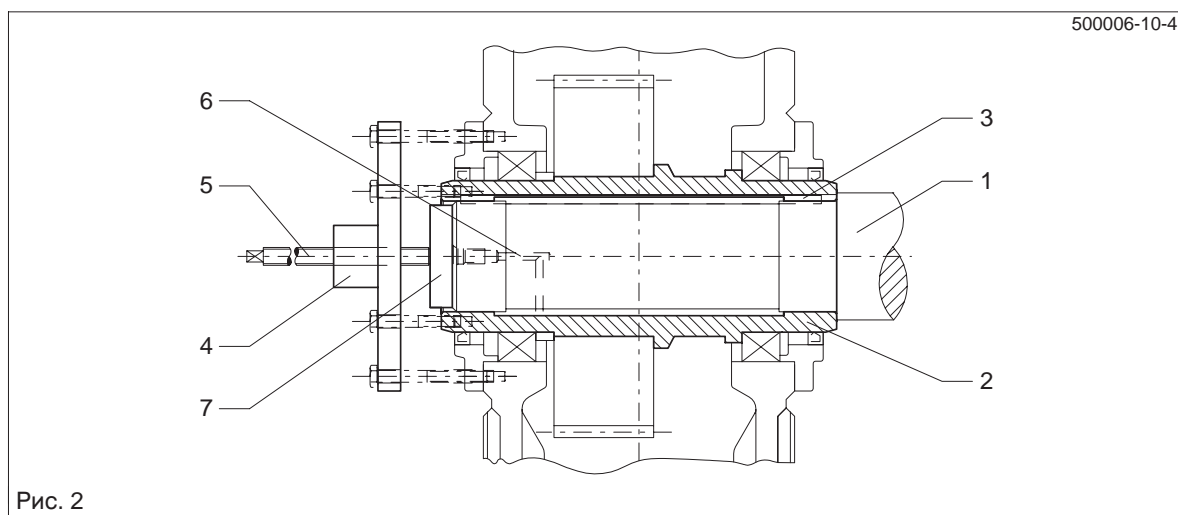
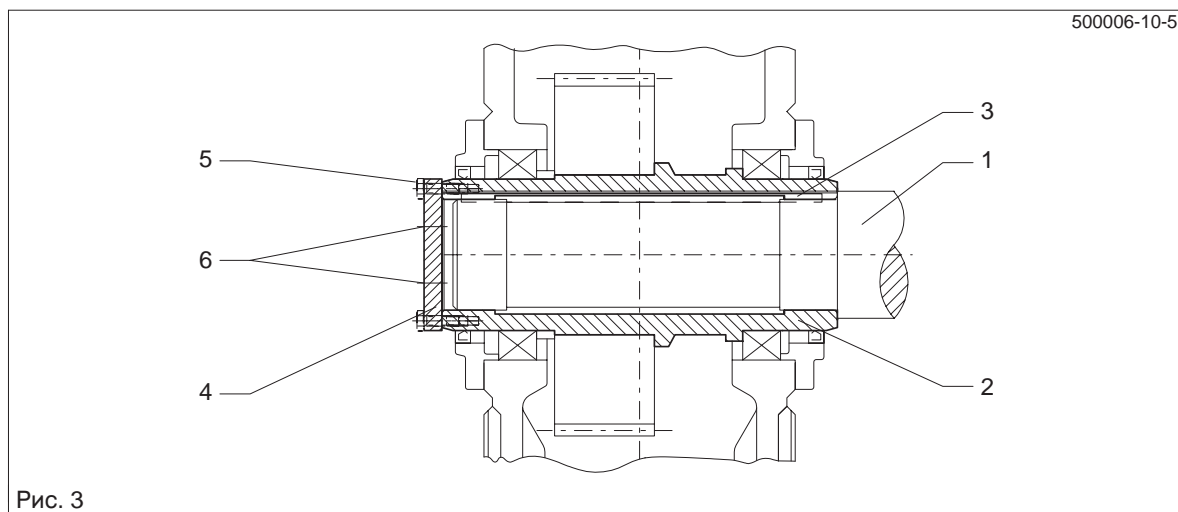

Рис. 2
Рис. 3
- При образовании ржавчины на посадочных плоскостях для облегчения снятия передачи насосом закачать под давлением растворитель ржавчины в пустое пространство сверленного отверстия, чтобы он попал на посадочное место. Подача растворителя ржавчины осуществляется через сверленные отверстия в машинном валу (см. рис. 2) или в концевом диске (см. рис. 3).
- Отжатие передачи от машинного вала может быть выполнено по возможности на месте при помощи отжимного винта на концевом диске (см. рис. 3), центральным ходовым винтом или, предпочтительнее всего, гидравлическим агрегатом Лукаса.
- После достаточного действия растворителя снять передачу при помощи устройства согласно рис. 2 или рис. 3
Если при этом, как показано на рис. 2, опора не только на полый вал, но и имеется дополнительное объединение с кожухом, силы отжима не должны превышать значений, приведенных в приведенной ниже таблице.